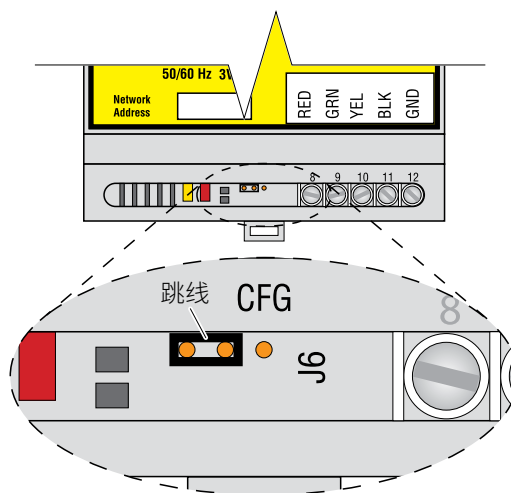

图 7b 正常操作的配置跳线设置
- 如图 7b 所示，将配置跳线置于正常工作位置，或者将其完全拆下 (正常操作过程中无需跳线)。